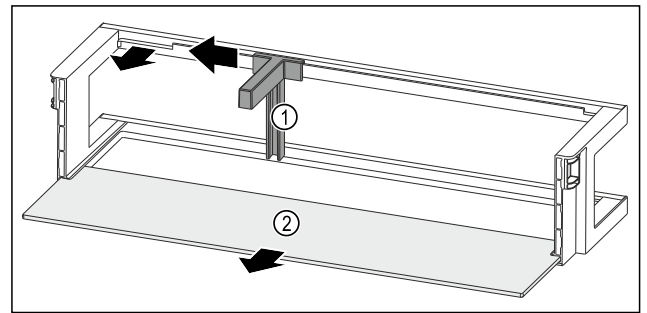

Fig. 120 Türabsteller mit Flaschenhalter und Abstellfläche
- ▶ Flaschenhalter Fig. 120 (1) bis zur Aussparung zur Seite schieben.
- ▶ Flaschenhalter Fig. 120 (1) entnehmen.
- ▶ Abstellfläche Fig. 120 (2) entnehmen.